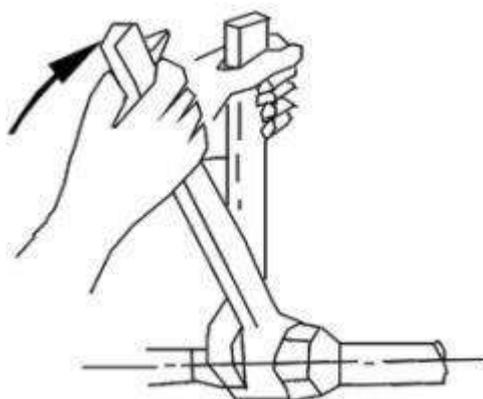

Рисунок 7
- При соединении труб подвода и отвода воды следует использовать два трубных ключа для контроля двух частей труб, и следить за тем, чтобы трубы подвода и отвода воды не проворачивались, смотрите рис. 7